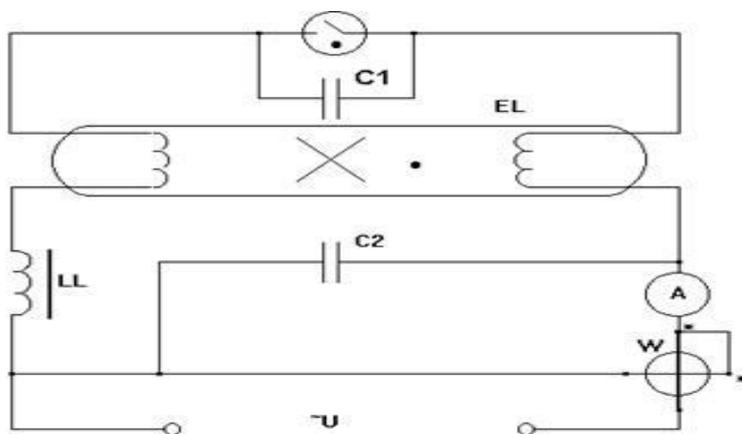

Рис.2. Схема исследования люминесцентной лампы
- 1.5 Собрать схему (рис.2) и показать ее преподавателю.
- 1.6 Выполнить указание п.1.4 для люминесцентной лампы (рис.2) и данные записать в таблицу 2. Построить совмещенные графики зависимости светотдачи от мощности для лампы накаливания и люминесцентной лампы, аналогично графики зависимости светового КПД от мощности.
При подаче напряжения на лампу (рис.2) начальный ток потечет по следующей цепи: клемма сети, дроссель, первичный электрод лампы, стартер, второй электрод лампы, клемма сети. Величина этого тока незначительная и составляет доли ампера. Этот ток, проходя через газ между электродами стартера, нагревает этот газовый промежуток (т.к сопротивление этого газового слоя довольно велико). Вместе с газом нагреваются и электроды стартера. Биметаллический электрод при нагревании изгибается и соединяется со вторым электродом. При замыкании контактов стартера ток в цепи резко увеличивается, т.к исключается сопротивление газового промежутка стартера. Величина этого тока, в основном, определяется индуктивным сопротивлением дросселя. Ток, который течет по цепи при замкнутых контактах стартера называется пусковым током. Пусковой ток разогревает электроды люминесцентной лампы до температуры около 1000°К. Лампа готова к зажиганию. Так как электрическое сопротивление замкнутых электродов стартера мало, они охлаждаются ( $Q=I^2R$ ) и размыкаются (биметаллический электрод возвращается в начальное положение). При размыкании контактов стартера ток в цепи резко уменьшается, такое резкое уменьшение тока вызывает быстрое уменьшение магнитного поля дросселя, что в свою очередь приводит к возникновению ЭДС самоиндукции, импульс которой достигает 500...600 В. Это напряжение, накладываясь на напряжение сети, пробивает газовый промежуток в лампе, и начинается электрический разряд в газе, а затем и в парах ртути. Невидимое для глаза